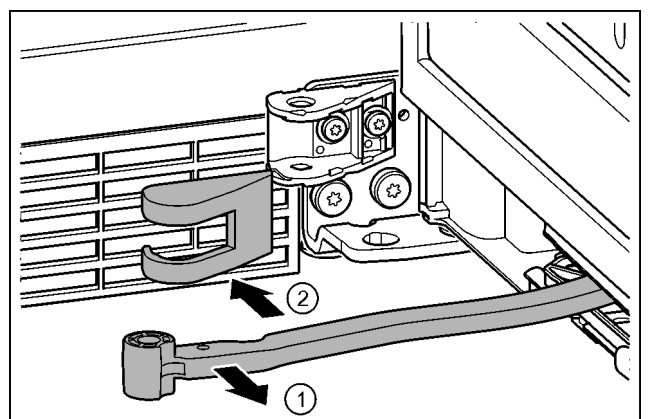

Fig. 20
- ▶ Forgassa az ajtó irányába a csuklót. Fig. 20 (1)
- ▶ Vegye le a csapágybak fedelét. Fig. 20 (2)